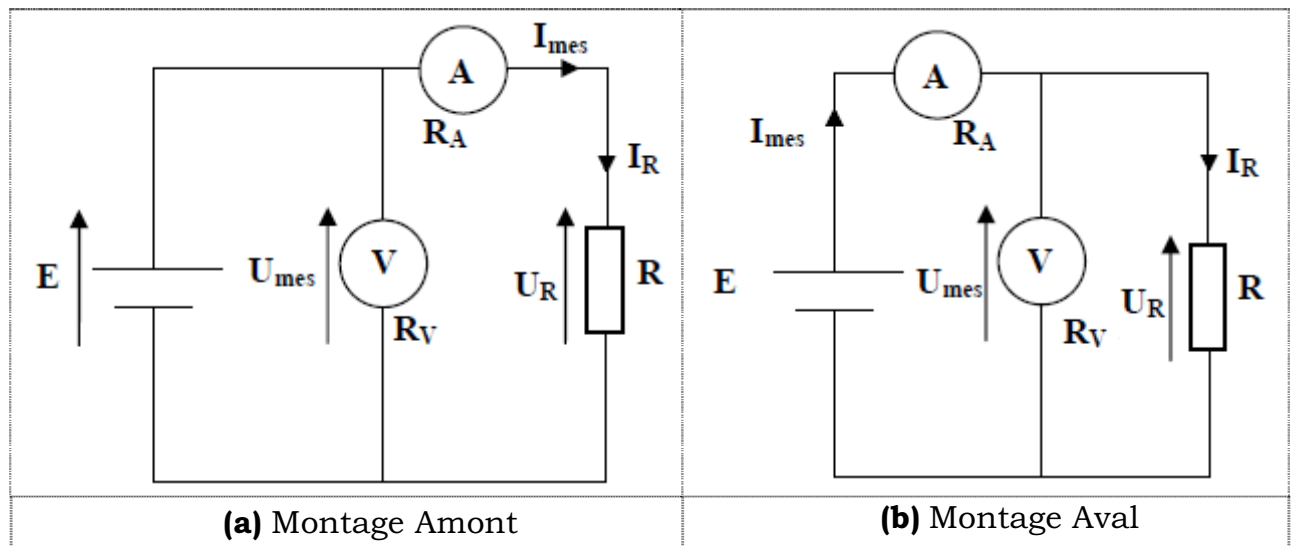

Figure 1 : Montages de la méthode voltampèremétrique
On peut utiliser la méthode voltampèremétrique pour déterminer la puissance électrique. Deux montages sont possibles: le montage amont (figure 1.a) et le montage aval (figure 1.b).
- 1) Réaliser le montage Amont (figure 1.a), mesurer I, U et compléter le tableau 1.
- 2) Réaliser le montage Aval (figure 1.b), mesurer I, U et compléter le tableau 1.